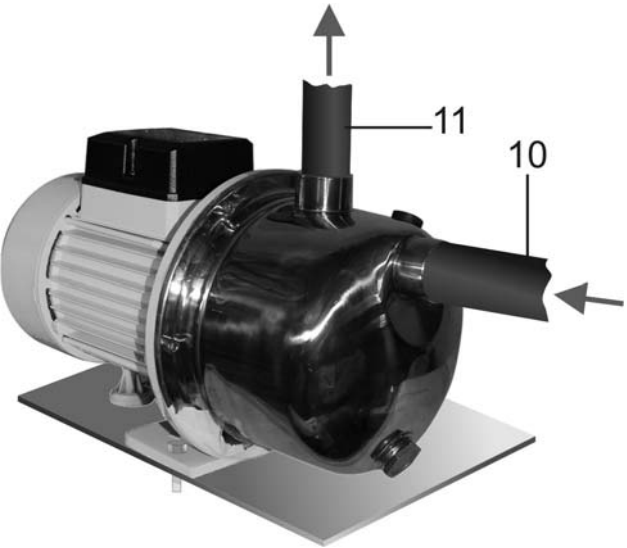

Рис.2
7. МОНТАЖ (Рис.2)
- 7.1. Насос необходимо закрепить к полу или к другой ровной и устойчивой поверхности с помощью двух болтовых соединений (не комплектуются), как показано на Рис.2.
- 8.1. Проверить, достаточен ли уровень воды в ёмкости или в колодце. Если есть вероятность опорожнения всасывающего трубопровода 10 (Рис.2), не оставляйте насос без надзора, чтобы насос не работал "на сухую".
8.5. Открыть запорную арматуру на подающем трубопроводе 11 (Рис.2), чтобы воздух мог выйти из него.
8.8. Проверить поступает ли вода в подающем трубопроводе 11 (Рис.2).